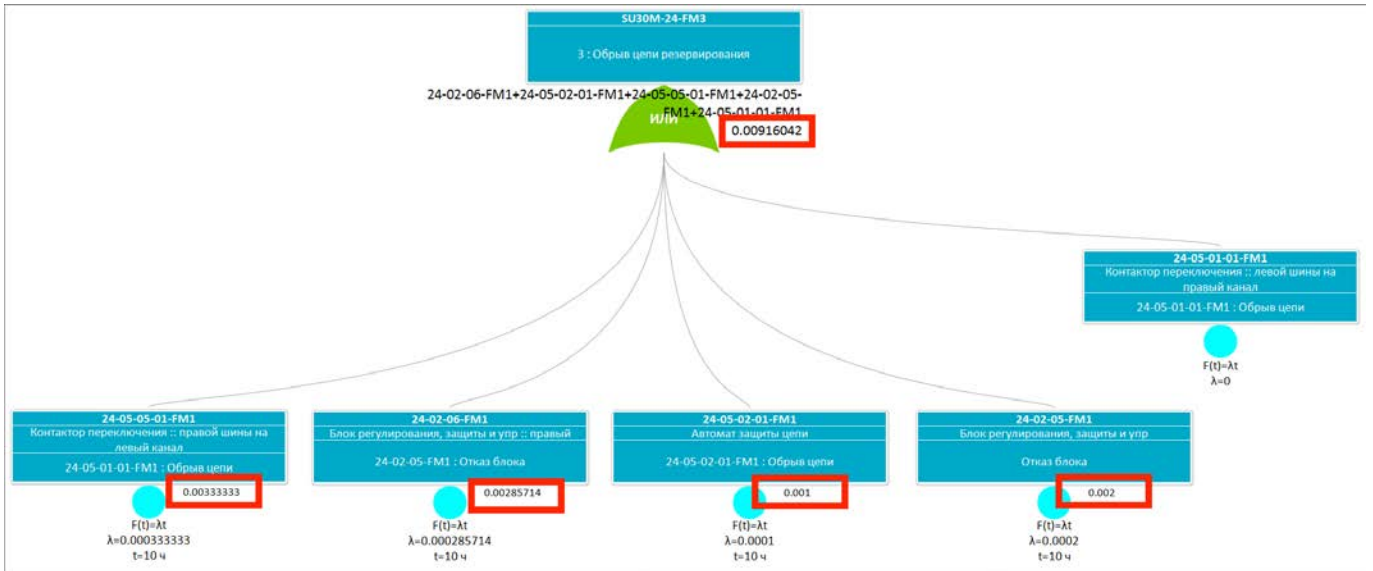
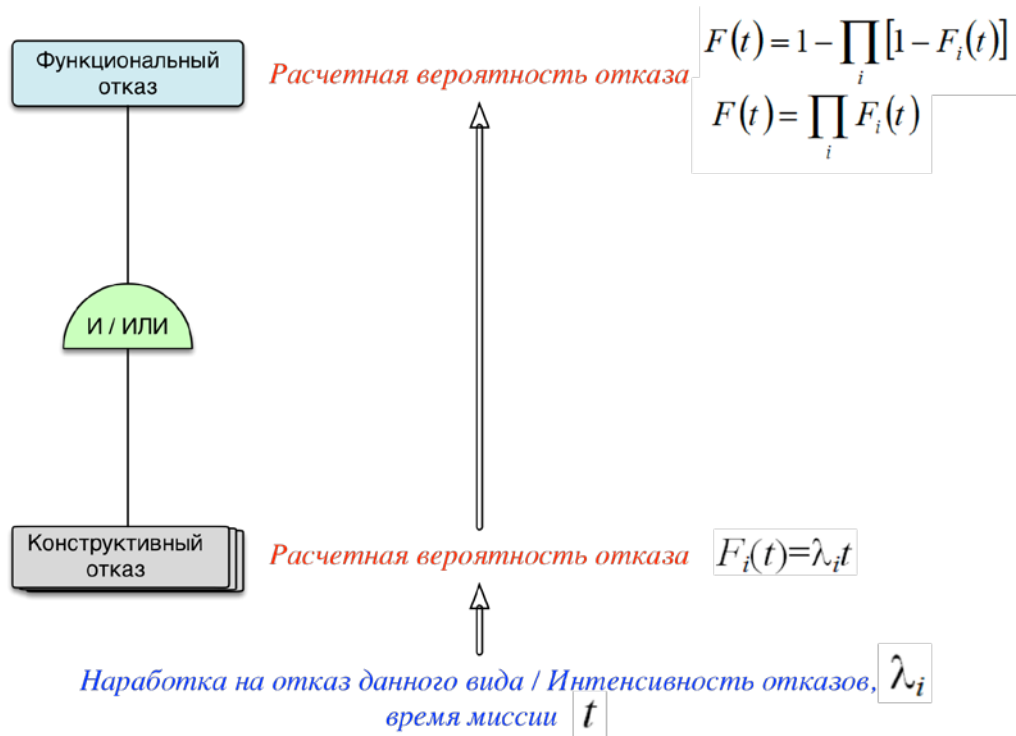

Рис. 10-360 – Расчетные вероятности ФО и КО
Рис. 10-361 – Схема расчета вероятности отказа «снизу вверх»
9) После выполнения расчета для КО и ФО заполняется атрибут «Расчетная вероятность отказа» (рис. 10-360), а его значение выводится рядом с КО и вентилем (для ФО) в окне «ДО» (рис. 10-361). Если значение интенсивности КО не задано, то вероятность отказа для него не рассчитывается и в окне «ДО» не выводится.